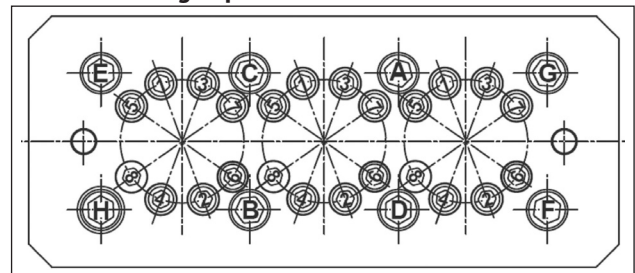

Abb. 50
** Die Befestigungsschrauben des Kopfs müssen in den Phasen und der Reihenfolge gemäß Schema in Abb. 50 festgezogen werden.
*** Die Befestigungsschrauben der Buchsen müssen in den Phasen und der Reihenfolge gemäß Schema in Abb. 50 festgezogen werden.